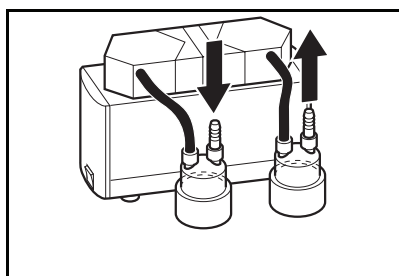

Fig. 14: Conexión tubular sistema SR
2	Tubos (véase Fig. 14) - Resistentes al medio utilizado - Diámetro interno 10 mm - Longitud: aprox. 150 mm
- Conectar los tubos de los separadores (véase Fig. 14).